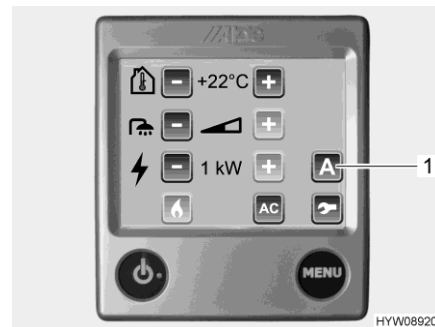

Bild 166 Inställningsmeny (extra fläkt)
Den extra fläkten styrs med kontrollenheten (Bild 166) av varmvatten-värme-systemet.
- Tryck på knappen "A" (Bild 166,1). Funktionerna visas.